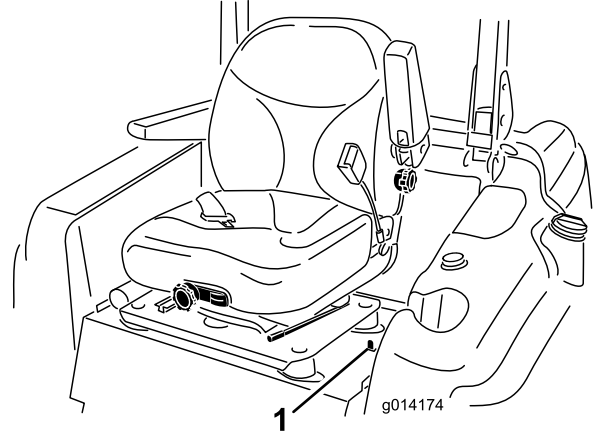

图17
1. 向后移动位于座椅左手侧的座椅门锁可打开座椅锁定然后向前拉动座椅顶部图17。